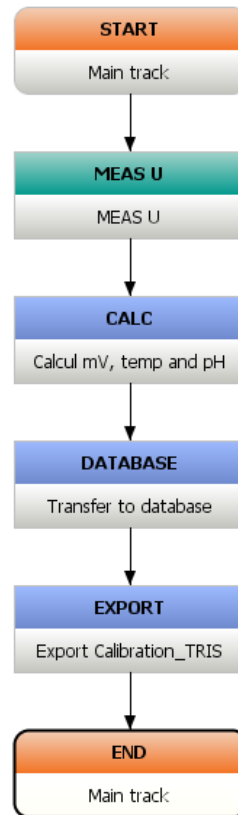

Figura 3. Secuencia de comandos del método “*Calibration electrode with TRIS buffer*”
- b. Crear el método siguiendo las instrucciones del manual del software (Metrohm, 2016b) y las instrucciones del Anexo 2 para la configuración de cada comando del método (Figura 3).